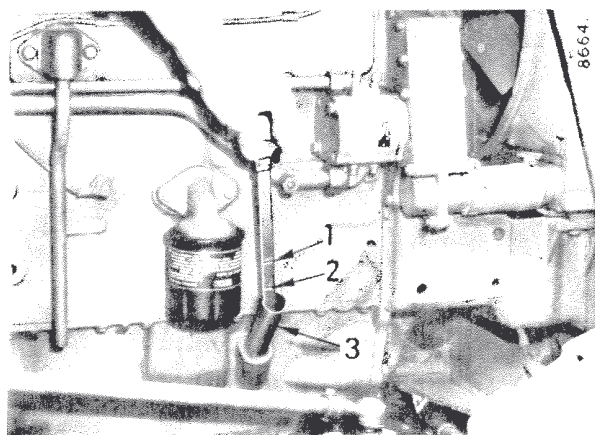
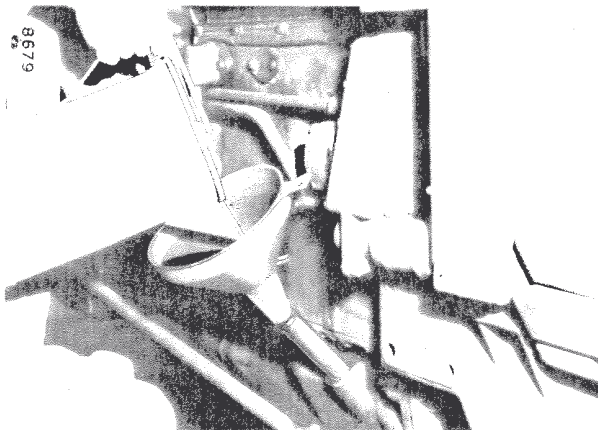

Fig. 55
Fig. 57
Effectuez le plein jusqu'au repère supérieur (1) de la jauge Fig. 55 en utilisant l'huile préconisée. Lorsque vous constatez que le niveau d'huile atteint le repère (2) de la jauge, ajoutez le complément d'huile neuve (Fig. 57).